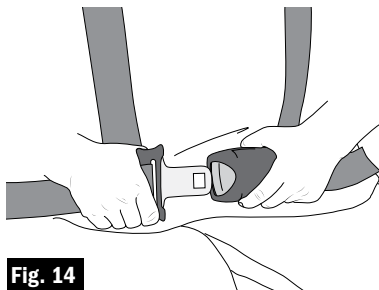

Fig. 14
- b. Insérer la languette dans la boucle jusqu'à l'encliquetage (son « clic ») (fig. 14).